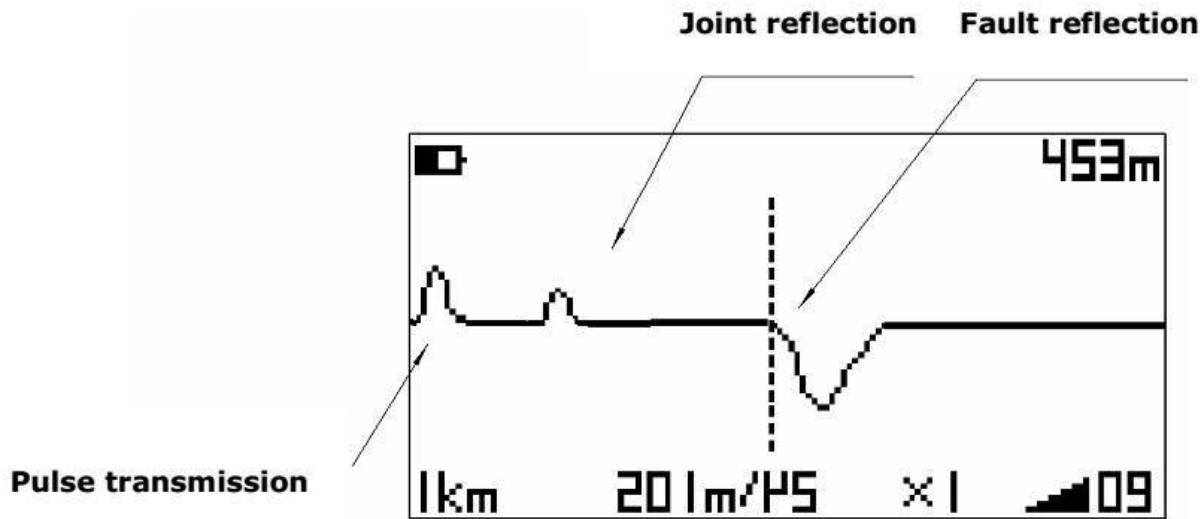

Figure 5. Typical example
**\* Position commune: appuyez sur  &  pour déplacer la courbe de gauche à droite. Voir fig. 5**